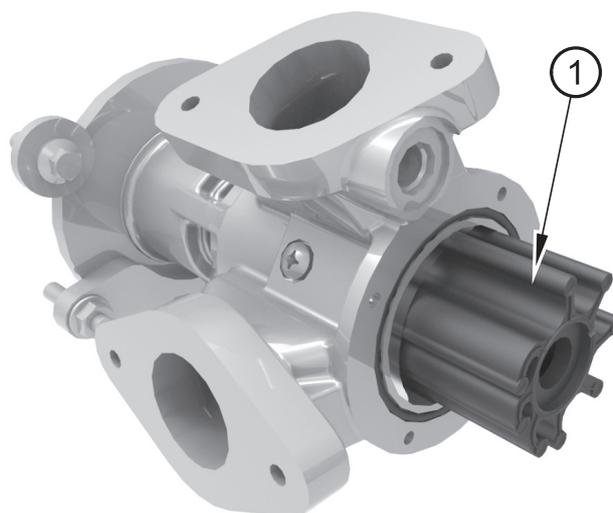

Figura 11
4. Rimuovere il tappo terminale in gomma (voce 2), quindi estrarre la girante dall'albero (figura 11 voce 1).